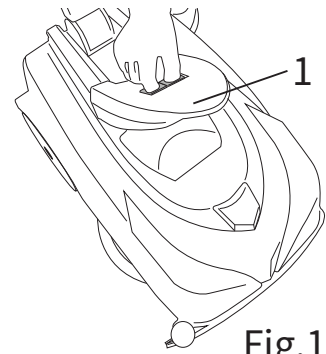

Fig.19
- 2つのスライディングキャッチを互いに向き合うように内側に押し、汚水タンクの蓋を外します(図19、参照1)。